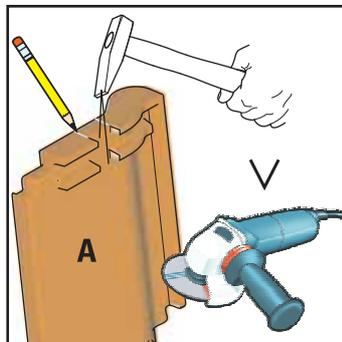

Figura 3-15 Contrassegnare i punti in cui i ganci da tetto attraversano le tegole e rimuovere le costole delle tegole
15. Staccare le costole inferiori delle tegole nei punti di attraversamento contrassegnati dei ganci da tetto oppure eliminarle con la troncatrice alla mola (Figura 3-15).